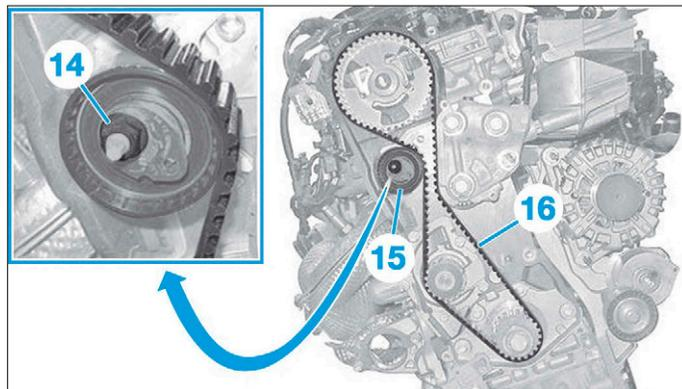

FIG. 10
- Desserrer l'écrou (14) (Fig.10).
- Détendre le galet tendeur (15).
- Déposer la courroie de distribution (16).